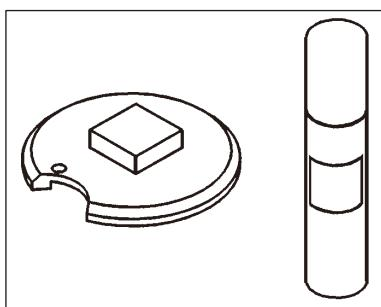

图 19
- 用腈基丙烯酸酯粘合剂（→ 图 19）将样品固定到样品托上。